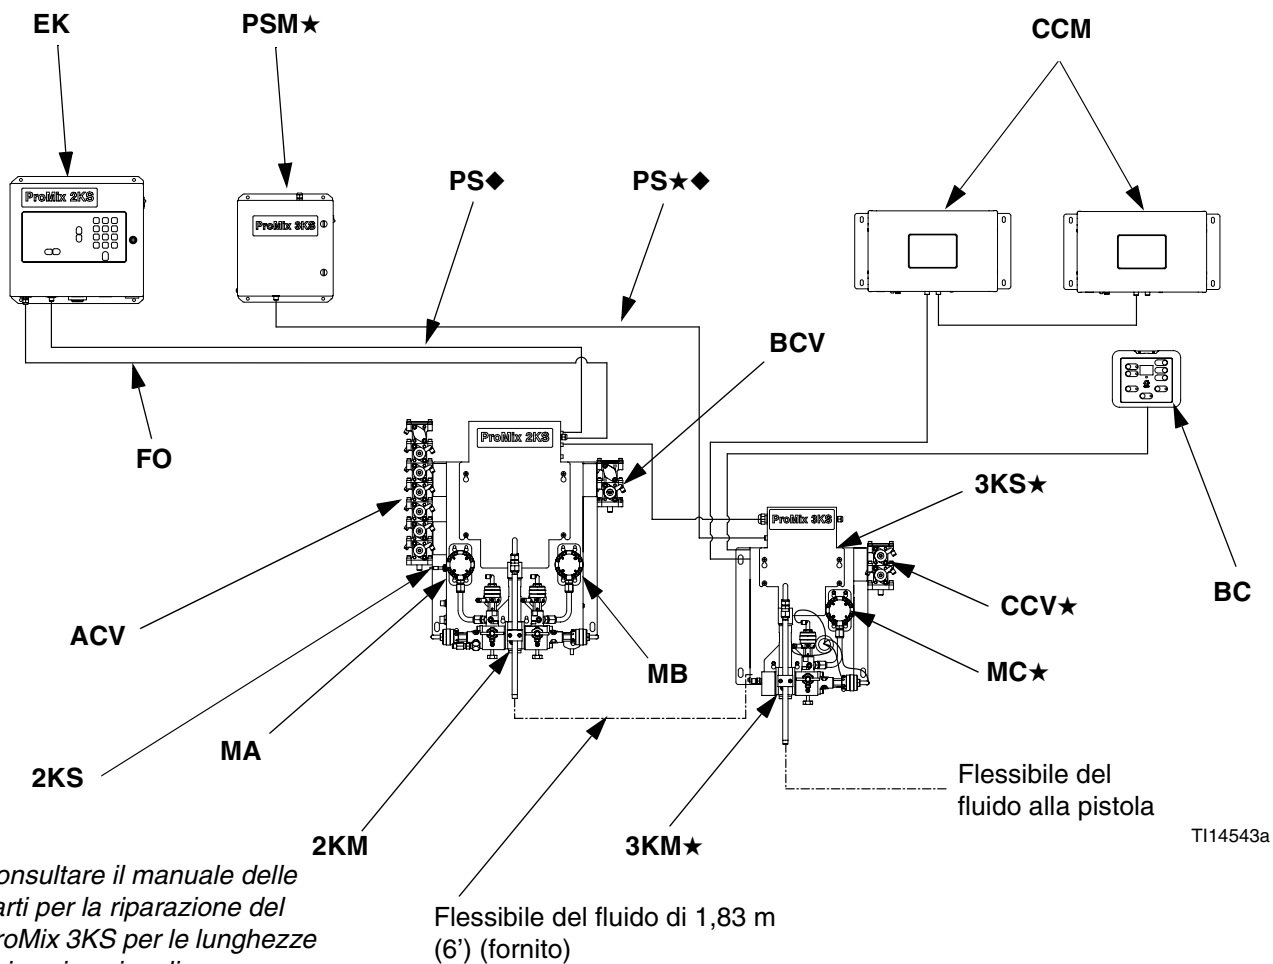

FIG. 2. Illustrazione del sistema manuale, con misuratori G3000, controllo della cabina e cambio colore/catalizzatore/componente C
Per i componenti del sistema, consultare la FIG. 2 e la Tabella 1. I componenti contrassegnati con un asterisco (★) fanno parte del kit del ProMix 3KS. Tutti gli altri componenti fanno parte del sistema ProMix 2KS o sono disponibili come accessori.
- La FIG. 2 a pagina 8 illustra i componenti di base di un sistema ProMix 3KS. Contattare il distributore Graco per schemi reali del sistema.